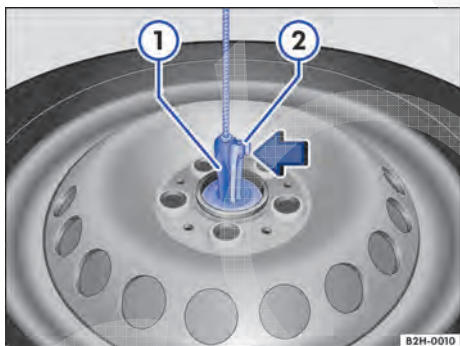
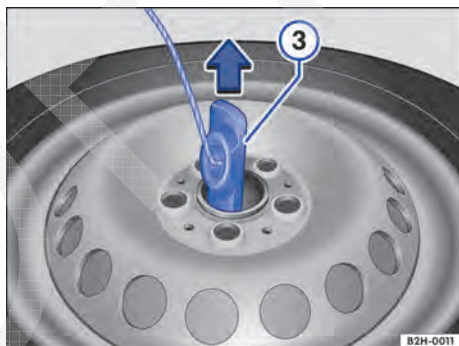

Fig. 153 Soltar o suporte do aro.
Fig. 154 Puxar o suporte do aro do orifício do aro.
- Pressionar o elemento de fixação \Rightarrow Fig. 153  do arrastador  para baixo através do suporte do aro \Rightarrow Fig. 154 .